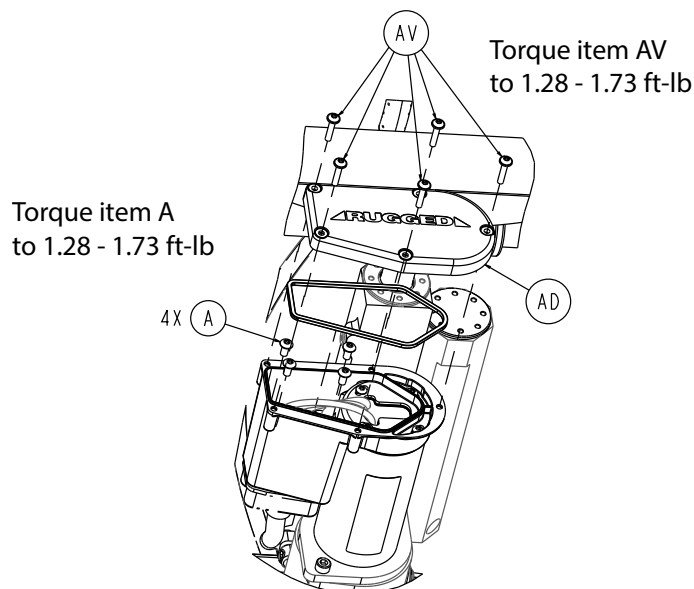

Figure 43 – Composants de l'ensemble de câble du moteur de levage
11. À l'aide d'une clé Torx T20, retirer les cinq vis de taraudage à tête ronde à embase (AV) qui fixent le capuchon d'extrémité de l'actionneur (AD) au boîtier électrique de l'ensemble hydraulique (Figure 43). Conserver les vis et le capuchon d'extrémité.
13. À l'aide d'une clé Torx T25, retirer les quatre vis Torx à tête ronde (A) qui fixent l'ensemble du câble du moteur de levage au couvercle de l'actionneur (Figure 43). Retirer et conserver l'ensemble de câble du moteur de levage. Conserver les vis.